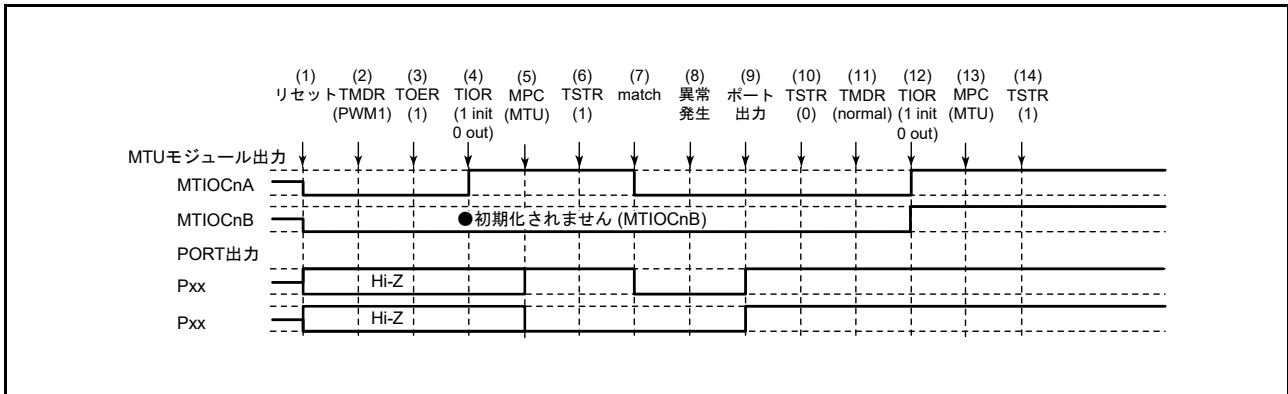

図 23.133 PWM モード 1 で異常が発生し、ノーマルモードで復帰する場合
PWM モード 1 で異常が発生し、再設定後ノーマルモードで再スタートする場合の説明図を図 23.133 に示します。
(1) ~ (10) は図 23.133 と共通です。
(11) PWM モード 1 で再スタートする場合には必要ありません。
(12) TIOR レジスタで端子を初期化してください。なお、PWM モード 1 では MTIOCnB (MTIOCnD) 端子に波形が出力されません。出力すべきレベルがある場合は、I/O ポートのポート方向レジスタ (PDR)、ポート出力データレジスタ (PODR) で汎用出力ポートの設定をしてください。
(13) MPC と I/O ポートのポートモードレジスタ (PMR) で MTU 出力としてください。
(14) TSTR レジスタで再スタートします。
(11) PWM モード 2 を設定します。
(12) TIOR レジスタで端子を初期化してください。なお、PWM モード 2 では周期レジスタの端子に波形が出力されません。出力すべきレベルがある場合は、I/O ポートのポート方向レジスタ (PDR)、ポート出力データレジスタ (PODR) で汎用出力ポートの設定をしてください。
(11) 位相計数モードを設定します。
(12) TIOR レジスタで端子を初期化してください。
- (11) 波形生成部の初期化のためノーマルモードを設定してください。
- (12) TIOR レジスタで PWM モード 1 の波形生成部を初期化してください。
- (13) TIOR レジスタで PWM モード 1 の波形生成部の動作を禁止してください。
- (14) TOER レジスタで MTU3、MTU4 の出力を禁止してください。
- (15) TOCR レジスタで相補 PWM モードの出力レベルと周期出力の許可 / 禁止を選択してください。
- (16) 相補 PWM モードを設定します。
- (17) TOER レジスタで MTU3、MTU4 の出力を許可してください。
- (18) MPC と I/O ポートのポートモードレジスタ (PMR) で MTU 出力としてください。
- (19) TSTR レジスタで再スタートします。